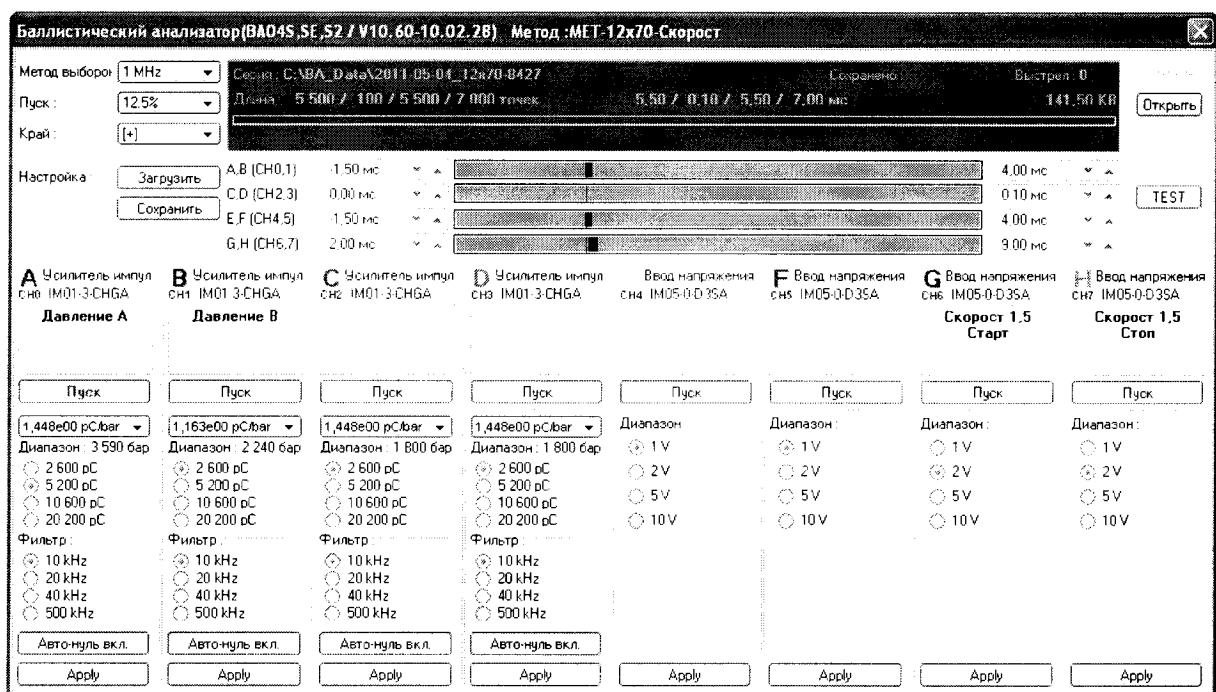

Рис. 7.3 Панель «Баллистический анализатор» – настройки
7.2.2.8 В панели «Report form» нажать виртуальную кнопку «Да». Отобразится панель «Баллистический анализатор» в которой устанавливаются параметры измерения баллистического анализатора BA04S. Установленные параметры соответствуют последнему произведенному измерению. Смотри рисунок 7.3.
7.2.2.10 Закрыть панель, нажав красную кнопку в правом верхнем углу панели, при этом откроется панель «Баллистический анализатор», см рисунок 7.3.
7.2.2.11 Нажатием кнопки «Открыть», вызывается панель «Открыть», смотри рисунок 7.3.
7.2.2.13 Нажать кнопку «Открыть» на панели «Баллистический анализатор», автоматически сигнал «Пуск» засветится красны цветом, который дает указание оператору начать стрельбу, см. рис. 7.3. Измерительная система ожидает выстрела.
7.2.2.18 Нажать кнопку «Стоп» на панели «Баллистический анализатор – настройки», смотри рис. 7.3, при этом потухнет красный сигнал готовности системы к измерениям.